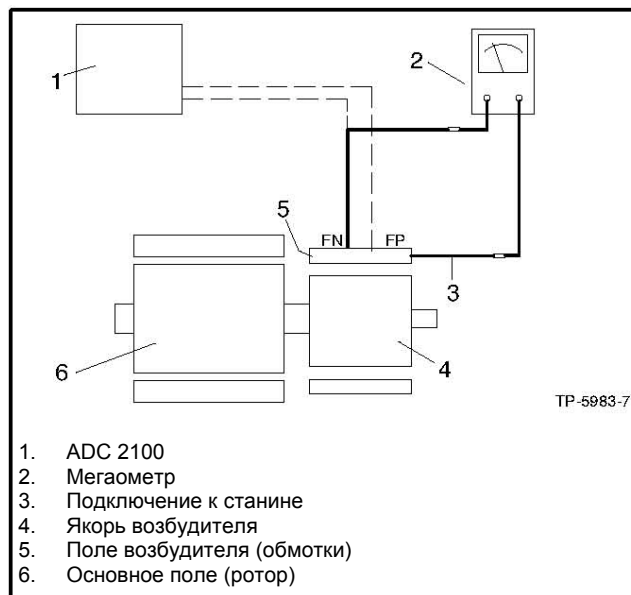

Рисунок 8-5 Подключение мегомметра к обмоткам возбуждения
5. Проверить обмотки возбуждения на предмет КЗ на землю. Мегомметром подать постоянный ток 500 вольт на выводы FN или FP и станину возбуждения. См. Рисунок 8-5. При использовании мегомметра следуйте инструкциям изготовителя. Показание примерно 1.4 MOM и выше указывает на то, что намагничивающие обмотки работают. Показания ниже указанного значения указывают на потерю свойств изоляцией обмоток и возможную утечку тока на землю; в таком случае следует заменить обмотки возбуждения.